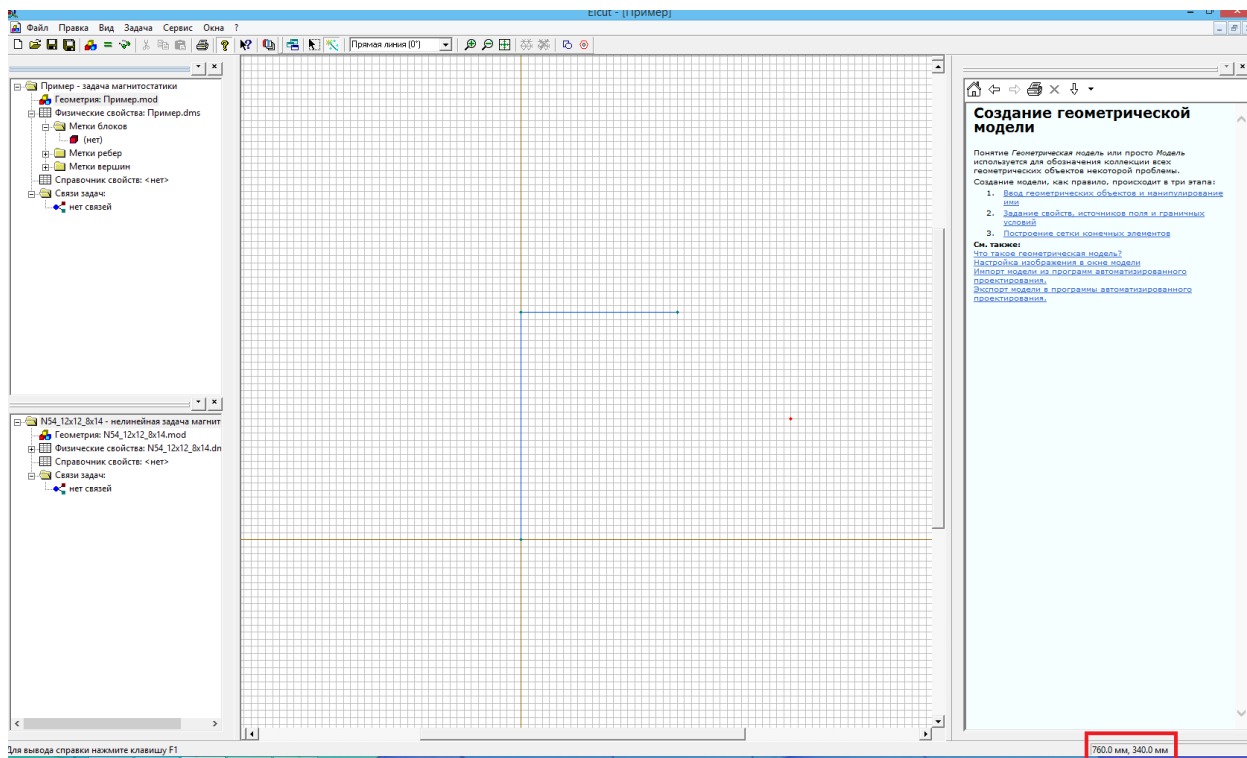

Рисунок 2 - Создание геометрии задачи.
5. Войдите в область выбора параметров задачи – «Геометрия: Пример.mod». Создайте геометрию. В рабочей области появится сетка для построения геометрии. С помощью команд «Правка» - «Режим вставки» постройте геометрию решаемой Вами задачи (рис. 2). В первую очередь постройте рабочую область для моделирования (задайте квадрат со стороной 0,7 м). При построении геометрии используйте координаты, отображаемые в нижнем правом углу программы.